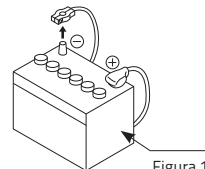

Figura 1
Questo per evitare cortocircuiti durante l'installazione. (Figura 1)
3. Antes de empezar, asegúrese que el borne negativo "-" de la batería este desconectado. Esto es para evitar cortocircuitos durante la instalación. (Figura 1)